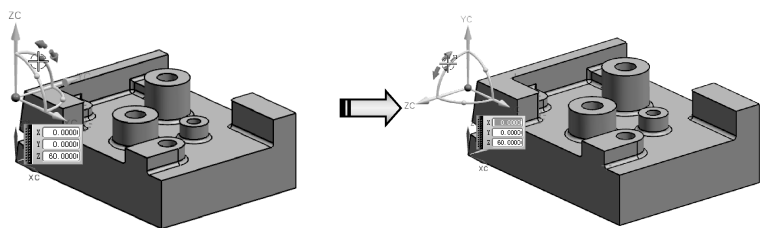

图 1-54 旋转轴柄改变坐标系方向
- 04 旋转轴柄，可以改变 3 个绕轴旋转的自由度方向，如图 1-54 所示。